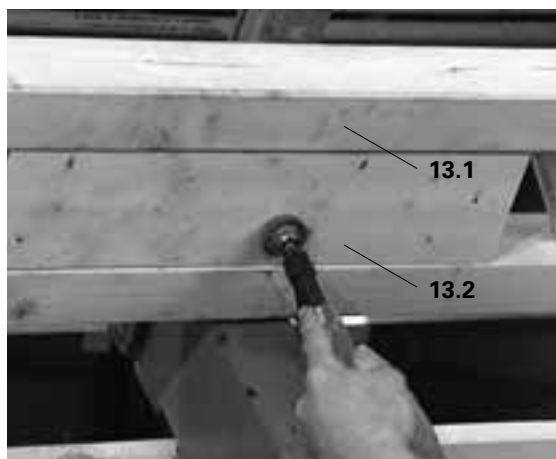

Fig. A1.10
1. Fissare la trave (13.1) con i morsetti. (Fig. A1.10).